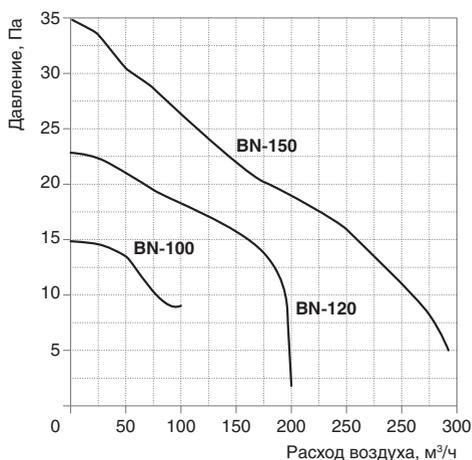

Рис. 1
- Вытяжной воздух должен выводиться наружу, а не в потолочное или чердачное пространство, для этого используется гибкий воздуховод, а также подходящие обратные клапаны (рабочую точку можно определить по рис. 1).